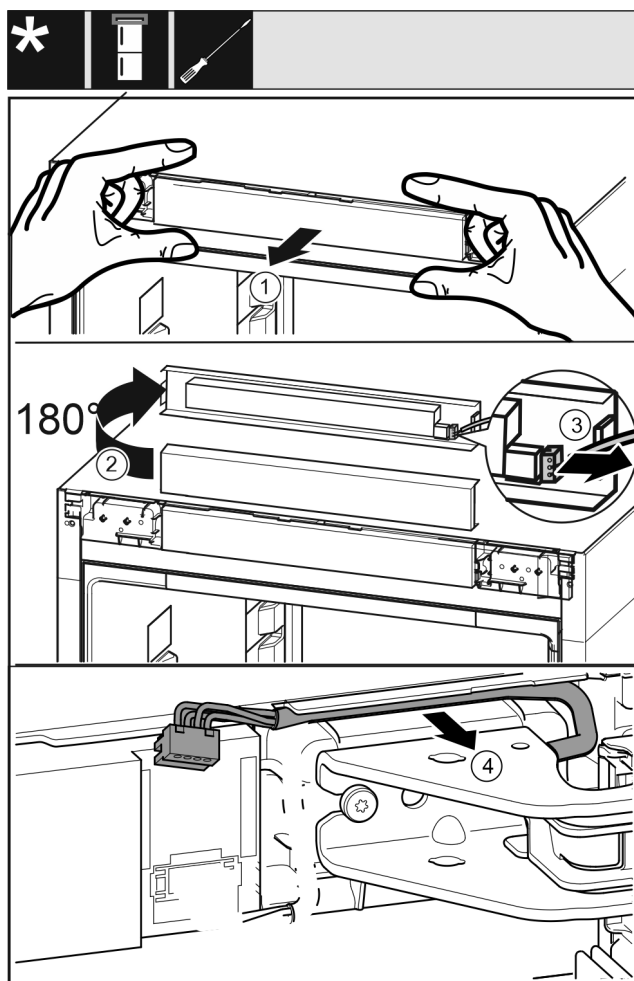

Fig. 23
- ▶ Óvatosan válassza le a kezelőpanelt Fig. 23 (1) előre felé.
- ▶ Fordítsa el a kezelőpanelt Fig. 23 (2) felfelé 180°-kal.
- ▶ Nyomja hátrafelé a reteszelő bütyköt Fig. 23 (3), és óvatosan húzza ki a dugót.
- ▶ Óvatosan vegye ki a csapágybak feletti kábelt Fig. 23 (4) a vezetősínből.